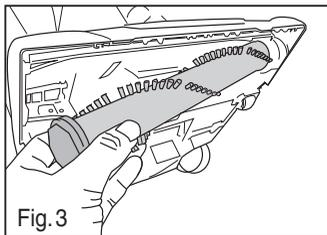

Fig. 3
• Retire el cepillo de rodillo haciéndolo girar (Fig. 3).